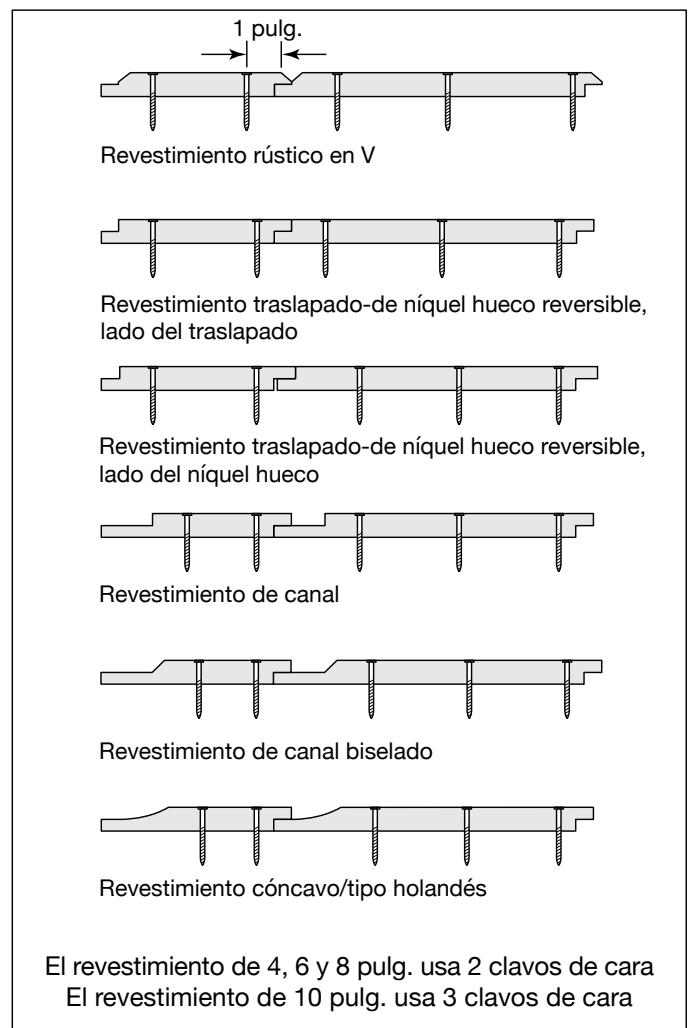

Fig. 4b
- Para perfiles de 10 pulg., use 3 clavos por cada miembro de la estructura de entramado. Todos los clavos deben atravesar el frente del perfil. No se debe fijar el producto a través de la lengüeta (**Fig. 4b**).
- Véase “Clavado del revestimiento TruExterior” y la **Fig. 4b** en la página 4 para las instrucciones de clavado.